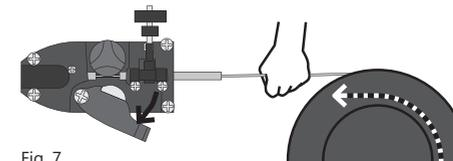

Fig. 7.
- (Véase fig. 7.) Deslice al menos 30 cm de alambre en la guía. Si el extremo del alambre está doblado, córtelo.